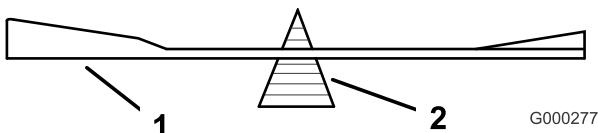
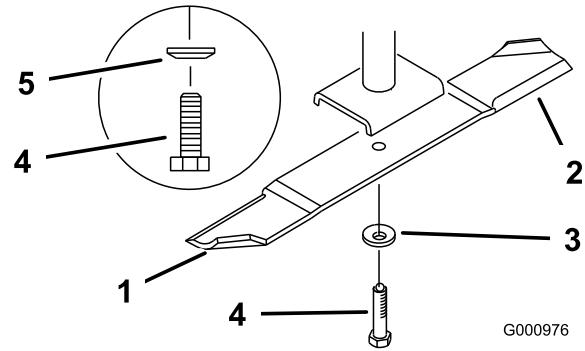

Figure 67
Figure 68
2. Retirez le boulon, la rondelle élastique et la lame de l'axe (Figure 68).
2. Vérifiez l'équilibre de la lame en la plaçant sur un équilibrage (Figure 67). Si la lame reste horizontale, elle est équilibrée et peut être utilisée. Si la lame est déséquilibrée, limez un peu l'extrémité de la partie incurvée seulement (Figure 68). Répétez la procédure jusqu'à ce que la lame soit équilibrée.
1. Placez la lame sur l'axe (Figure 68).
2. Installez la rondelle élastique et le boulon de la lame. Le cône de la rondelle élastique doit être dirigé vers la tête du boulon (Figure 68). Serrez le boulon à 115–150 Nm (85–110 pi-lb).